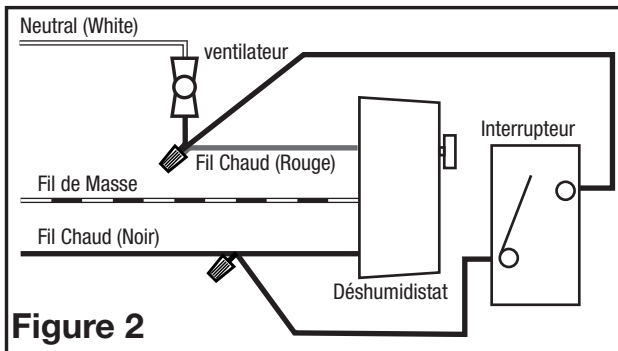

Figure 2
- 3b. **Dehumidistat with manual On switch:** For installations where a switch (not included) to manually turn the fan on is preferred or required, run two Hot (Black) wires from the power source. Connect one Hot (Black) wire to the black lead of the dehumidistat. Connect the other Hot (Black) wire from the power source to the on switch. Connect the Red lead from the dehumidistat to the Black wire from the fan. Run a Black wire from the on switch to the Black wire of the fan (both the Black wire from the dehumidistat and the Black wire from the on switch will be connected to the Black wire from the fan). Connect the ground wire (green or bare copper) from the house to the Green screw of the mounting plate. Use approved methods for all connections (**Figure 2**).
- 3b. **Déshumidistat avec un interrupteur de marche manuel:** Pour les installations où un interrupteur (non fourni) pour activer manuellement le ventilateur est préférable ou nécessaire, connectez deux fils (noirs) chauds de la source d'alimentation. Connectez un fil (noir) chaud au fil noir du déshumidistat. Connectez l'autre fil (noir) chaud de la source d'alimentation à l'interrupteur de marche. Connectez le fil rouge du déshumidistat au fil noir du ventilateur. Connectez un fil noir de l'interrupteur au fil noir du ventilateur (le fil noir du déshumidistat et le fil noir du commutateur seront tous les deux connectés au fil noir du ventilateur). Raccordez le fil de mise à la terre (vert ou cuivre nu) de la maison à la vis verte de la plaque de montage. Utilisez des méthodes approuvées pour toutes les connexions (Figure 2).